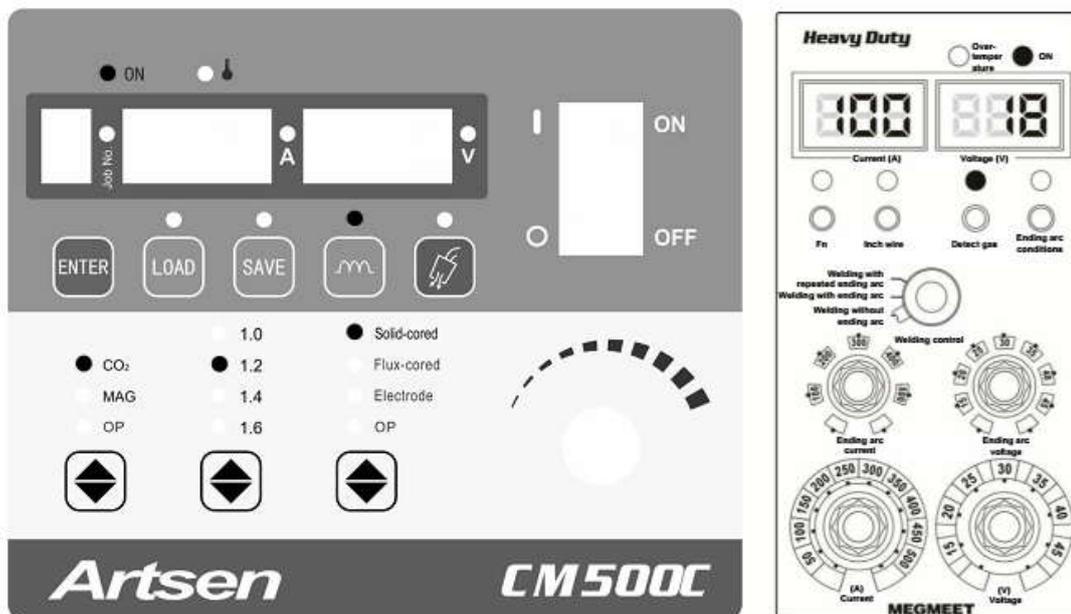

Рисунок 3-16. Настройка проверки подачи газа
3. Для установки параметров можно использовать кнопку «Detect gas» (Проверка подачи газа) на панели управления сварочного аппарата или блока подачи проволоки - см. рисунок 3-16.